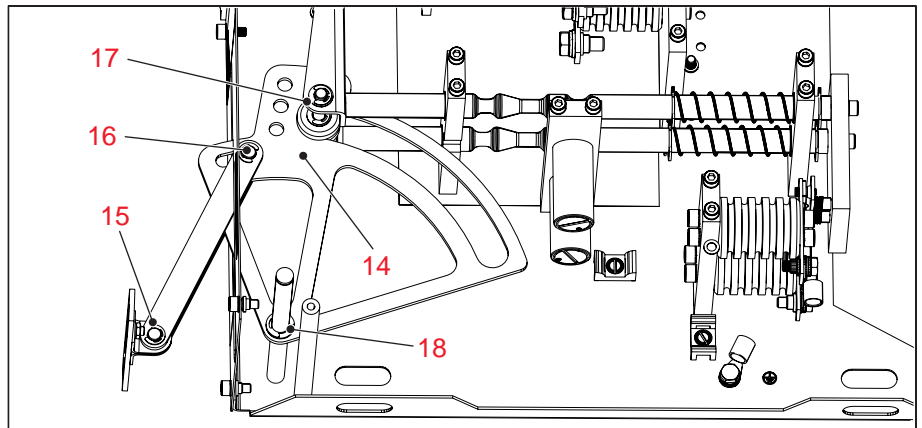

Bild 24
6. Am Anlenkhebel (14) die Leichtgängigkeit der Gelenke (15, 16, 17, 18) prüfen. Bei Schwergängigkeit die Gelenke an den Stellen (15, 16, 17, 18) mit Spezialfett BARRIERTA I SL/OX fetten, siehe **Bild 24**.